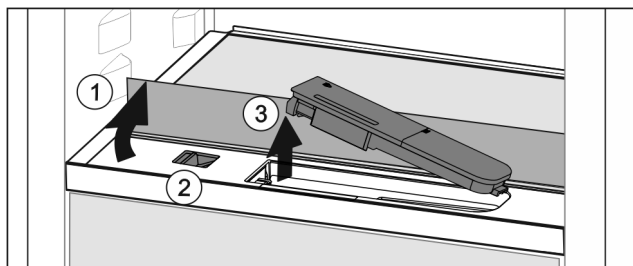

Fig. 127
- ▶ Løft glaspladen og klap den bagud til anslag Fig. 127 (1).
- ▶ Skyd skyderen Fig. 127 (2) mod venstre.
- ▶ Tag vandbeholderen Fig. 127 (3) ud.